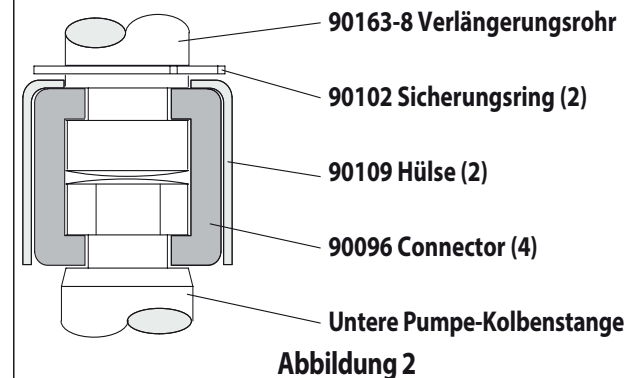

Abbildung 2
- Mit e-Ring Zangen, schieben Sie den Sicherungsring oben weit genug zu ermöglichen Sie die Ärmel nach oben bewegen und lassen die beiden Anschlüsse (siehe Abbildung 2). Legen Sie die Druckluftmotors beiseite.